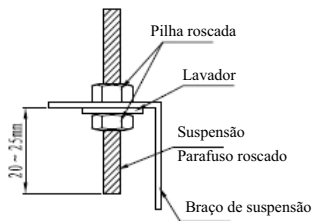

Fig.15
- Localize o braço de suspensão no parafuso roscado(Consulte Fig 15).